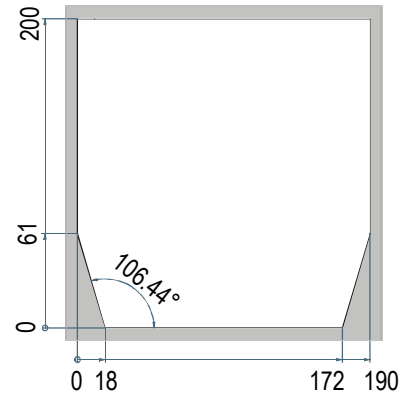

Fig. 4
1. Maak een opening in de wand met afmetingen beschreven in Fig. 4 (vereenvoudigd) of Fig. 5 (volledig)